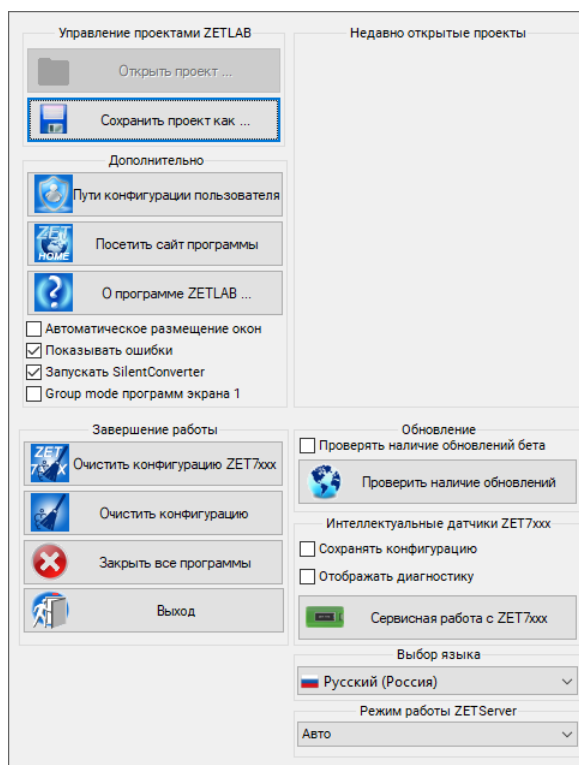

Рис. 5.5 Главное меню панели ZETLAB
10. Записанные сигналы сохраняются в директорию, указанную в программе «Пути конфигурации пользователя». Запуск программы «Пути конфигурации пользователя» осуществляется из главного меню панели ZETLAB (Рис. 5.5).